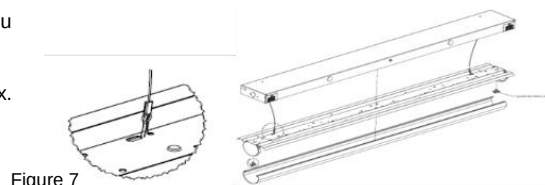

Figure 7
9. Rattacher l'extrémité de l'agrafe des câbles de sécurité dans les trous à l'arrière du panneau du luminaire de modernisation (fig. 7). Utiliser deux câbles de sécurité par boîtier de 4 pieds.